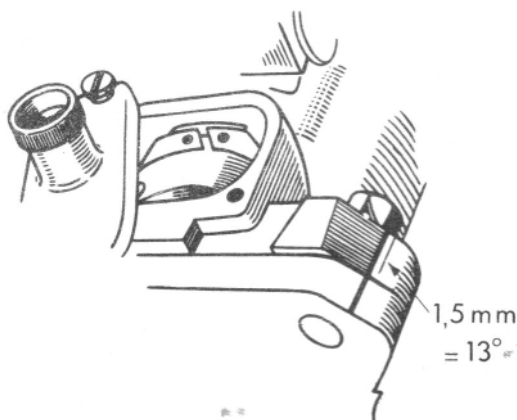

Fig. 58
8. Les vis de fixation de la pompe n'étant pas serrées, décaler la pompe de façon que la ligne de repère qui a été tracée sur la bride de montage, se trouve à 1,5 mm en dessous de la ligne inscrite sur la bride du carter d'entraînement de pompe. La pompe sera alors calée à 13° APMH (Fig. 58).